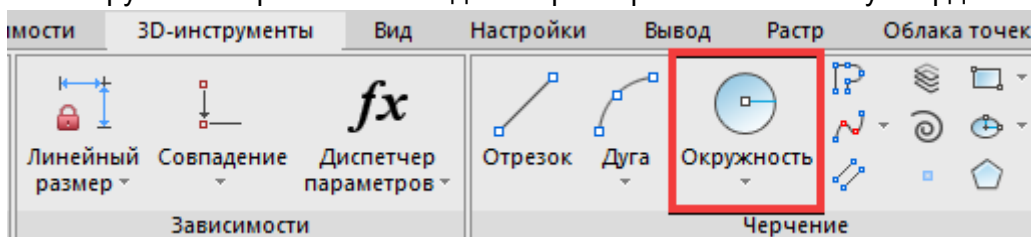

Рис. 5. Расположение команды *Окружность*
2.2. Перейдите во вкладку *3D-инструменты* и, используя команду *Окружность* (рис. 5), постройте окружность произвольного диаметра с привязкой к началу координат.